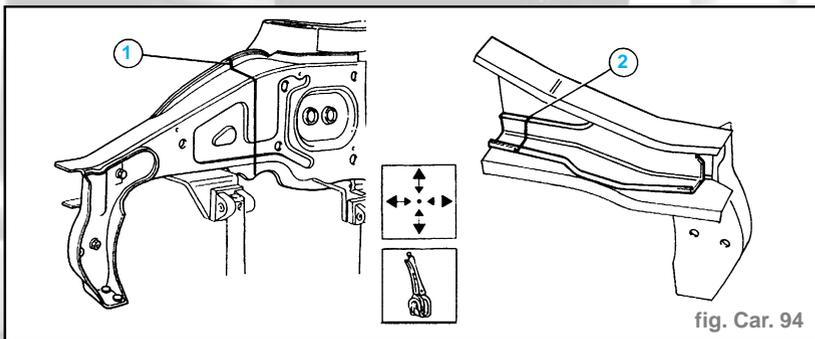

fig. Car. 94
- Positionner l'élément de rechange sur le véhicule et sur le gabarit et, après avoir contrôlé sa parfaite superposition, marquer d'un repère les parties à enlever sur le véhicule (1) et sur le renfort de l'élément de rechange (2) (fig. Car. 94).
- Enlever de la coque la partie précédemment marquée par la ligne de découpe (1) en faisant attention à ne pas endommager le renfort intérieur.
- Enlever de l'élément de rechange la partie de renfort précédemment marquée par la ligne de découpe (2).